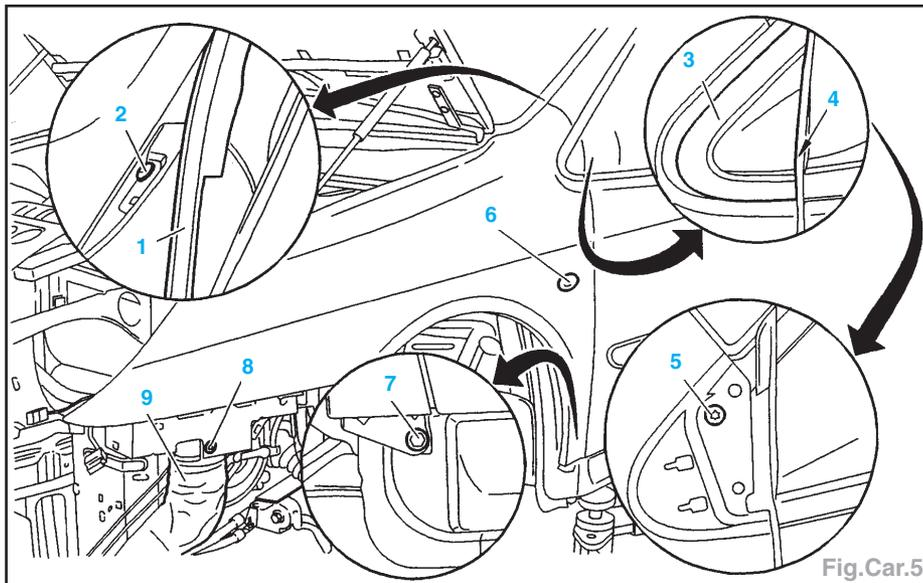

Fig.Car.5
- Opérations suivant vue (Fig.Car.5) :